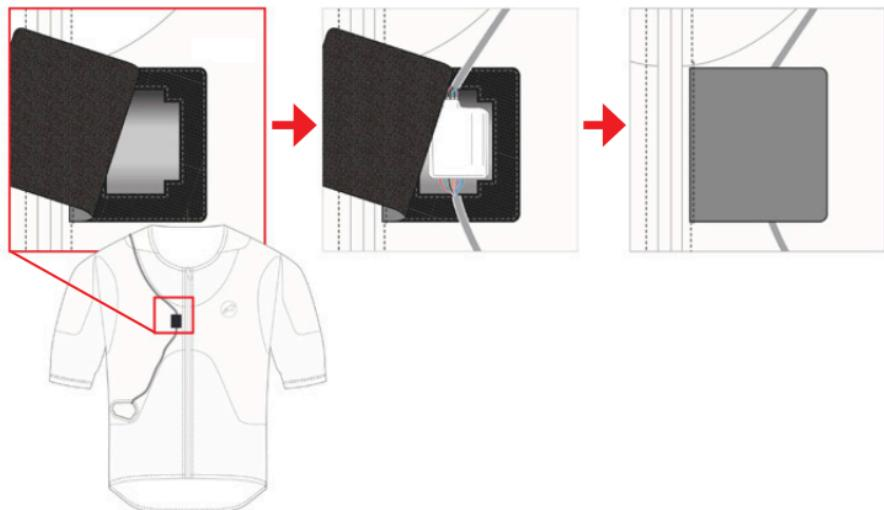

Figura 26: Inserción de la Pantalla LED (3) y la Cremallera de Activación (2)
- 1. Insertar la Pantalla LED (3) y la Cremallera de Activación (2)** - Volver a insertar la pantalla LED (3) en la ranura de su carcasa y volver a colocar la Cremallera de Activación (2) en el bolsillo, teniendo cuidado de colocar correctamente la Cremallera de Activación (2) dentro de su carcasa y controlando que el Velcro esté bien cerrado, como se muestra en la figura 26.